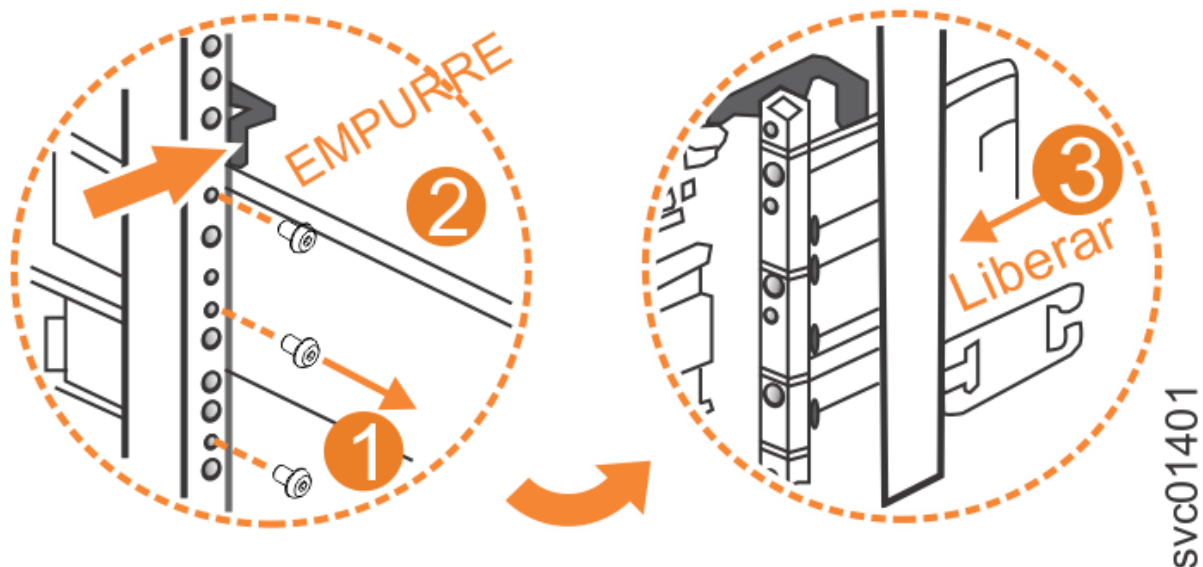

Figura 133. Remova a montagem de trilho do suporte traseiro da estrutura
3. Remova os dois parafusos que prendem a seção interna do trilho no suporte traseiro, conforme mostrado em Figura 133 na página 119.
4. Puxe o trilho para a frente , para longe do suporte traseiro, conforme mostrado em Figura 133 na página 119.